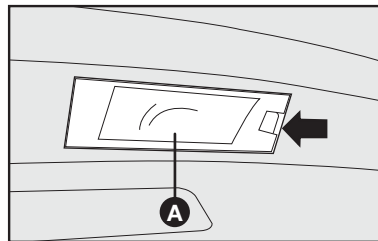

fig. 24
## LUZ DE PLACA - fig. 24 e 25
- retirar o porta-lâmpadas **A-fig. 24** utilizando uma chave de fenda (não fornecida) no ponto indicado pela seta **fig. 24**, cuidando para não arranhar a pintura;